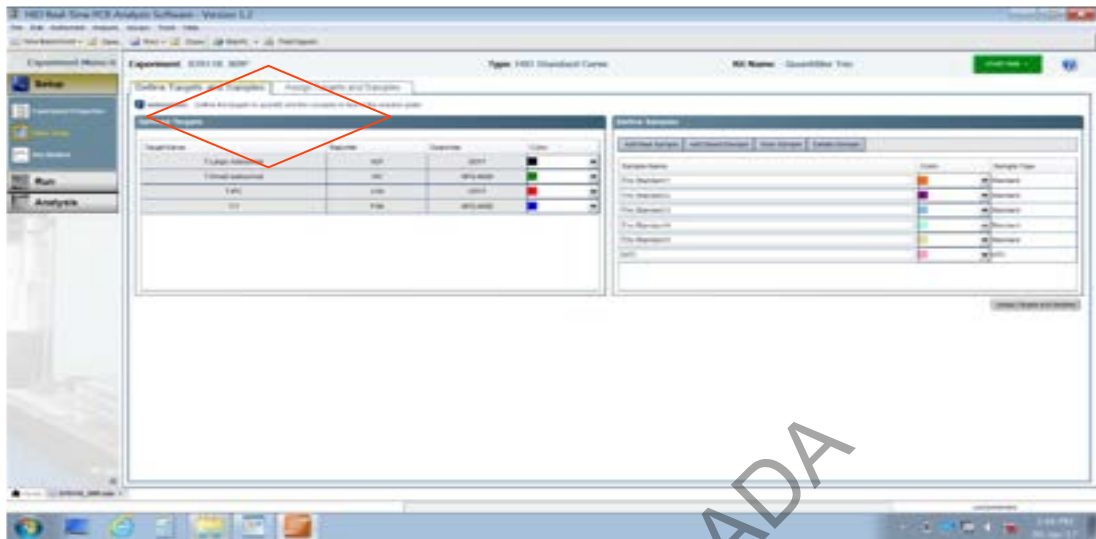

Figura 9. Configuración y opciones para el ingreso de datos
**7.2.12** Seleccione la opción **Plate Setup** en el menú del programa, parte izquierda. (ver figura 9)